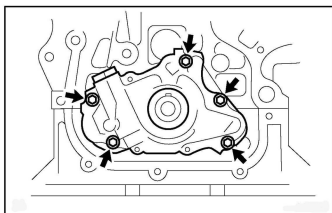

Рисунок II-126
5. Отверните 5 болтов и снимите масляный насос (см. *Рисунок II-126*).
3. Заверните 5 болтов, чтобы установить масляный насос (см. Рисунок II-126).